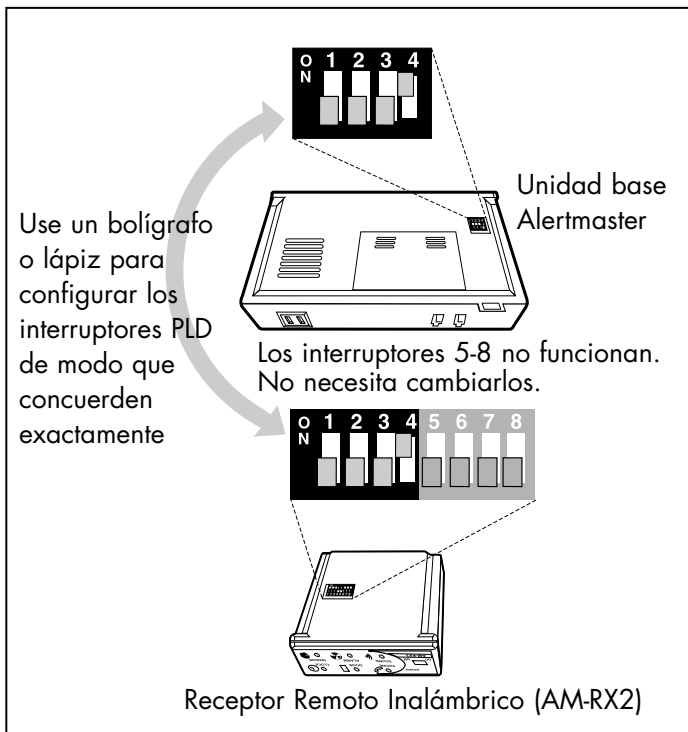

Fig. 3
4. Utilice una lapicera a bolilla para cambiar la posición del Interruptor PLD en ambas unidades. Por ejemplo, cambie la posición del interruptor #4 en ambas unidades. Todos los ajustes necesitan ser idénticos para que el sistema funcione. Ver Fig. 3.